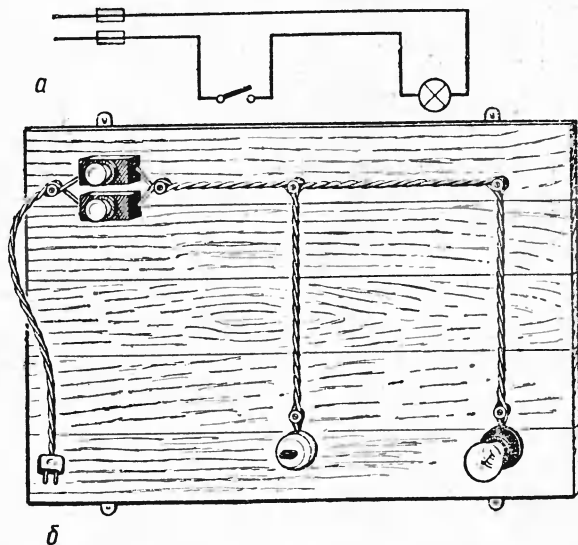

Рис. 73. Схема проводки с предохранителями, выключателем и настенным патроном (а) и общий вид шнуровой проводки (б).
1. Начертите схему проводки (рис. 73, а).